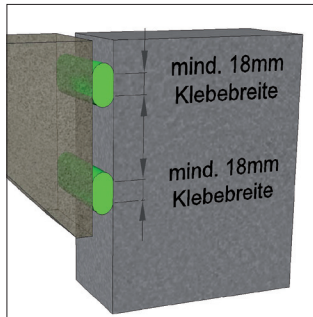

Bild 3: Mindestkleberaupenbreite 18 mm
5. Justieren Sie die untere Zarge am Mauerwerk und drücken Sie diese fest an, damit sich eine Mindestbreite der Kleberaupe von 18 mm ergibt (Bild 3). Unebenheiten der Wand werden durch den Kleber spaltüberbrückend ausgeglichen. Dabei sollte mindestens 50% der Klebefläche eine Kleberaupendicke von < 6 mm haben.